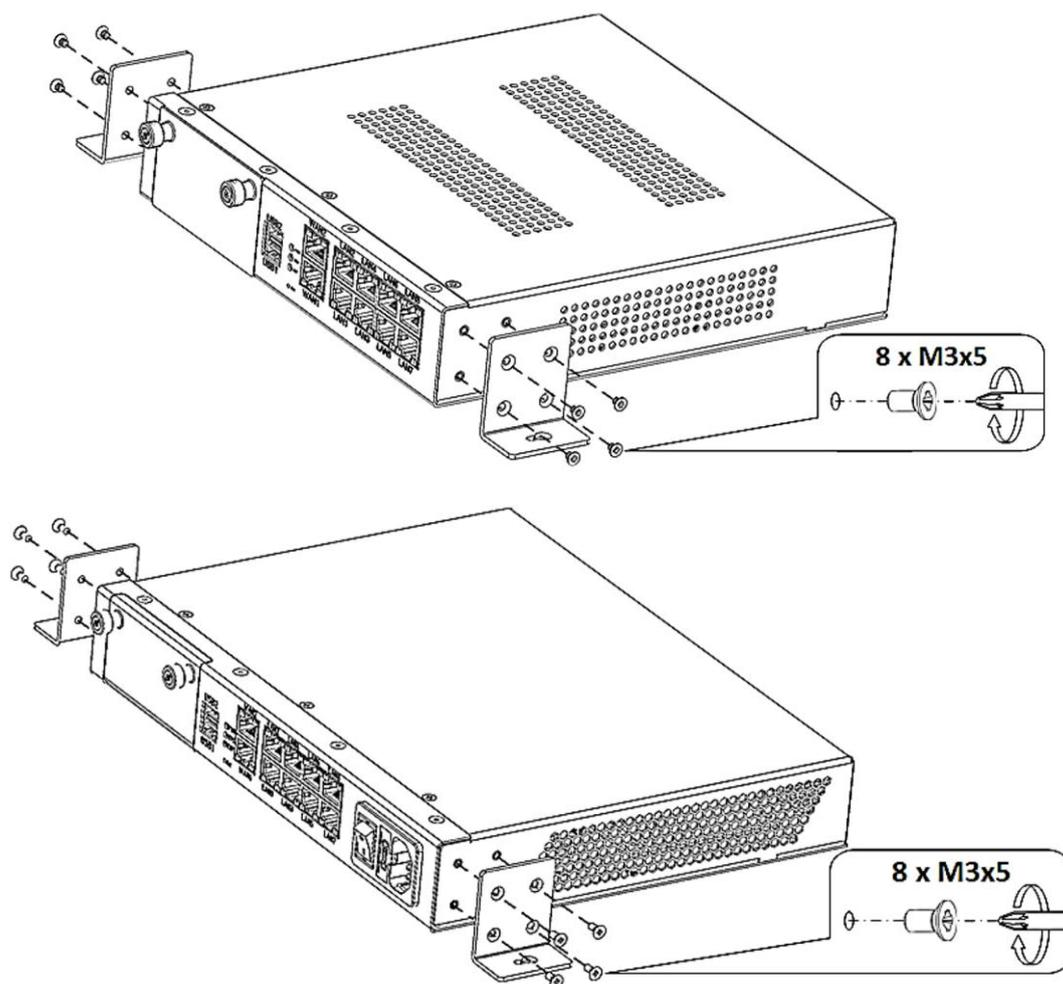

Рисунок 36 – Крепление уголков из комплекта КРПГ.465961.002
- совместите отверстия для винтов на уголке с такими же отверстиями на боковых панелях изделия (рисунок 36);